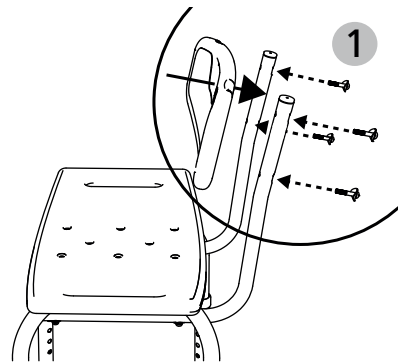

Abb. 4
4. Zur Montage der Rückenlehne bringen Sie die Löcher der Rückenlehne und der Rückenlehnrohre auf Deckung und verschrauben Sie die Komponenten miteinander (Abb. 4, 1). Verwenden Sie dafür folgende Teile: